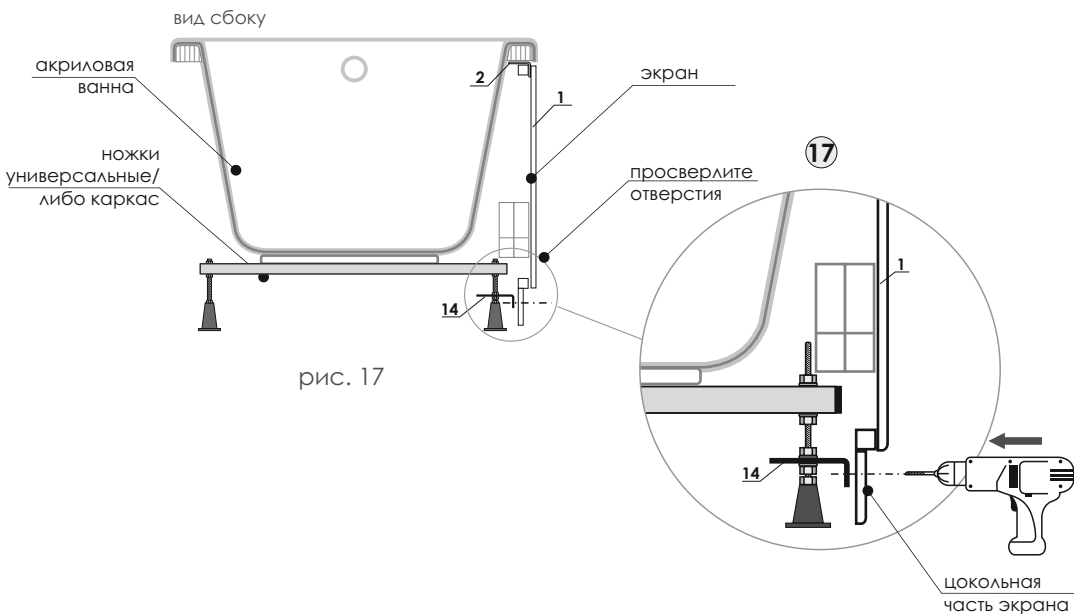

рис. 17
17. Просверлите отверстия диаметром 2,5 мм в местах разметки фиксации(рис.17).